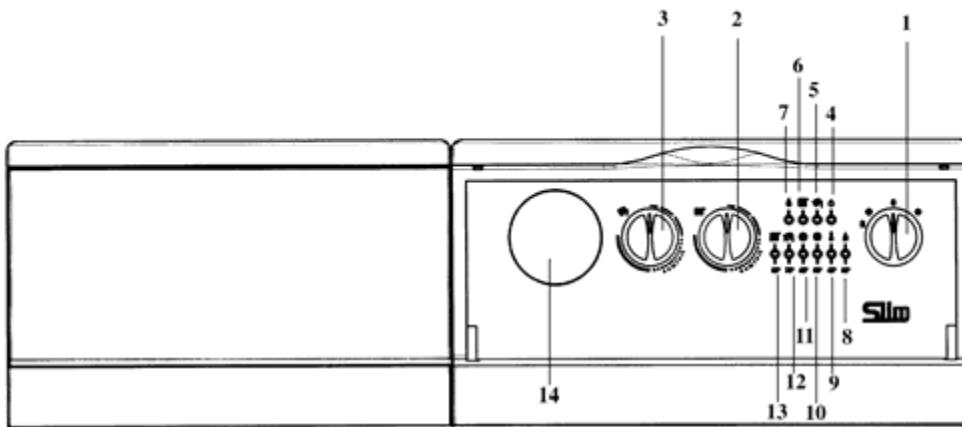

Рис. 1: Панель управления котла
- установить переключатель режимов «лето - зима» (рис. 1, позиция 1) в нужный режим;
- установить регулятор температуры воды в системе отопления (рис.1, позиция 2) на нужное значение;
- установить регулятор температуры воды в бойлере (рис.1, позиция 3) на нужное значение;
Режим работы в системе ГВС может быть исключен путем установки регулятора температуры воды в бойлере (рис.1, позиция 3) на минимальное значение, необходимое для защиты бойлера от замерзания.
Режим работы в системе ГВС можно исключить, установив ручку (рис.1, позиция 3) в положение минимума, что соответствует работе бойлера в режиме "антизаморозки".
Важная информация: при переключателе режимов «лето - зима» (рис. 1, позиция 1), установленном в положении «зима» , перед каждым очередным включением котла по сигналу регулятора системы отопления установлена задержка на несколько минут (для того чтобы избежать частых включений/выключений). Для того чтобы горелка включилась сразу, переведите переключатель в положение (0), а затем снова установите режим «зима».
- установить переключатель режимов лето-зима (рис.1, позиция 1), в положение "лето";
- установить регулятор температуры воды в бойлере (рис.1, позиция 3) на нужное значение.
Внимание! При первом включении внутри трубы подачи газа могут образоваться воздушные пробки. В таких случаях горелка не будет включаться и произойдет блокировка котла по газу (загорается красная лампочка блокировки котла - рис. 1, позиция 8). При возникновении данной проблемы повторите процесс включения котла до поступления газа в горелку, кратковременно установив перед включением переключатель режимов (рис. 1, позиция 1) в положение R (сброс).
Данное устройство может быть снабжено комнатным терmostатом для контроля температуры отапливаемого помещения. В этом случае регулятор температуры воды в системе отопления (рис.1, поз. 2) устанавливается в максимальное положение, а сигналы на включение и выключение котла поступают от комнатного терmostата.
При отсутствии комнатного терmostата температура помещения регулируется косвенным образом при помощи регулятора температуры воды в системе отопления (рис.1, поз. 2); при таких условиях насос системы отопления работает постоянно. Для увеличения температуры повернуть регулятор по часовой стрелке, для уменьшения - против часовой стрелки.
- Установить переключатель режимов (рис. 1, поз. 1) в положение «лето» ☀. В этом случае котел будет работать только на контур ГВС.
- Установить переключатель режимов (рис. 1, поз. 1) в положение (0), проследив, чтобы лампочка-индикатор (рис. 1, позиция 2) погасла; таким образом прекращается подача электричества на котел.
Регулятор температуры воды в бойлере (рис. 1, поз. 3) может использоваться только при наличии накопительного бойлера. В этом случае возможно отрегулировать температуру воды контура ГВС, установив регулятор на нужное значение.
Приоритет ГВС можно отключить установив регулятор (рис. 1, поз. 3) на минимальное значение в соответствии с функцией защиты от замерзания воды в бойлере.
- переключатель режимов (рис.1, позиция 1) не установлен в положение (0);
Если Вы не хотите нагревать воду в бойлере, переведите регулятор температуры горячей воды (рис.1, позиция 3) на минимальное значение (0); электронная система управления проследит за тем, чтобы температура не опускалась ниже 5°C.